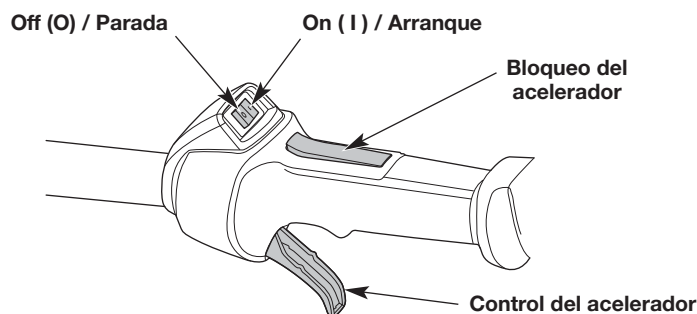

Fig. 6
- NOTA:** No es necesario encender la unidad. El interruptor de encendido/apagado está en la posición ON (1) (encendido) en todo momento (Fig. 6).
6. **NO** apriete el control del acelerador (Fig. 6). Tire de la cuerda de arranque con un movimiento controlado y firme hasta que arranque la unidad (Fig. 9).
7. Funcione en vacío el motor durante 5 a 10 segundos. Si la unidad se detiene durante ese período, oprima el bloqueo del acelerador, oprima el control del acelerador y tire de la cuerda de arranque con un movimiento controlado y firme hasta que la unidad se ponga en marcha (Fig. 6).
8. Oprima el bloqueo del acelerador y apriete el control del acelerador (Fig. 6). Deje que el motor se caliente durante 30 a 60 segundos.
2. Oprima y mantenga apretado el interruptor de encendido/apagado en la posición OFF (O) (apagado) hasta que el motor se pare por completo (Fig. 6).
NOTA: No es necesario encender la unidad. El interruptor de encendido/apagado está en la posición ON (I) (encendido) en todo momento (Fig. 6).
7. **NO** apriete el control del acelerador (Fig. 6). Haga funcionar el accesorio de arranque eléctrico en intervalos de no más de 2 segundos cada vez hasta que arranque la unidad.
8. Funcione en vacío el motor durante 5 a 10 segundos. Si la unidad se detiene durante ese período, oprima el bloqueo del acelerador, apriete el control del acelerador y accione el accesorio de arranque eléctrico en intervalos de no más de 2 segundos cada uno hasta que la unidad se ponga en marcha (Fig. 6).
10. Oprima el bloqueo del acelerador y apriete el control del acelerador (Fig. 6). Deje que el motor se caliente durante 30 a 60 segundos.